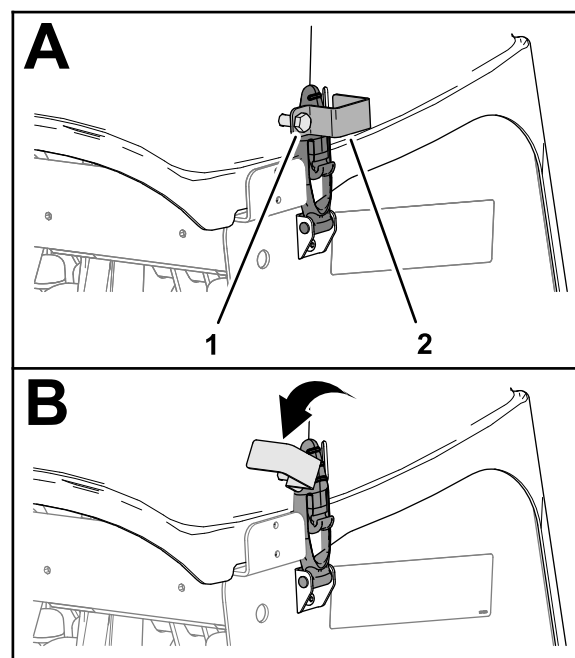

Figura 149
1. Dacă mâna dumneavoastră dispune de elemente de blocare CE, slăbiți urubul plăcii de blocare până când placa de blocare iese din fanta aflată în partea laterală a capului de carotaj (Figura 149).
2. Rotiți placa de blocare pentru a o scoate din elementul de fixare (Figura 149).